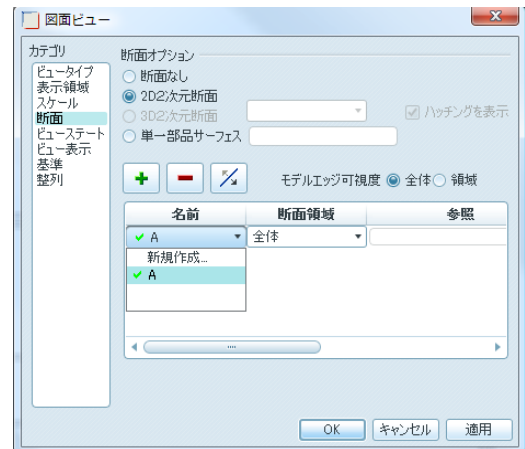

図 12-92 モデル断面
- 9) 正面図の 2D 2 次断面図を作成とスケール変更。正面図をクリックし(ハイライトする)、マウス右クリックをしてサブメニューより「プロパティ」をクリックすると図面ビューのダイアログボックスが現れる。カテゴリの「断面」を選び、2D 2 次断面をチェック、**+**をクリックしてから **✓ A** を選択する(図 12-92)に示す。適用、OK する、閉じる